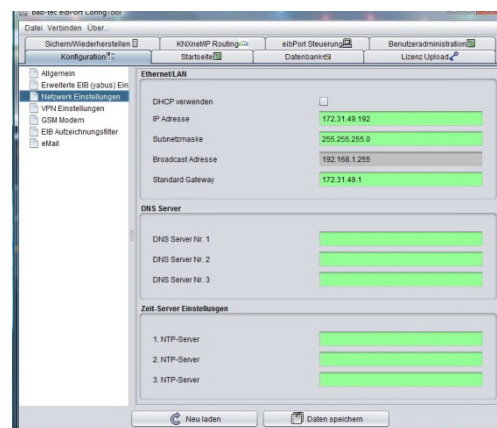

Bild 7: Fenster Netzwerk Einstellungen
- Den Menüpunkt Netzwerk Einstellungen anklicken. Ein Fenster mit den aktuellen Einstellungen wird angezeigt (Bild 7).